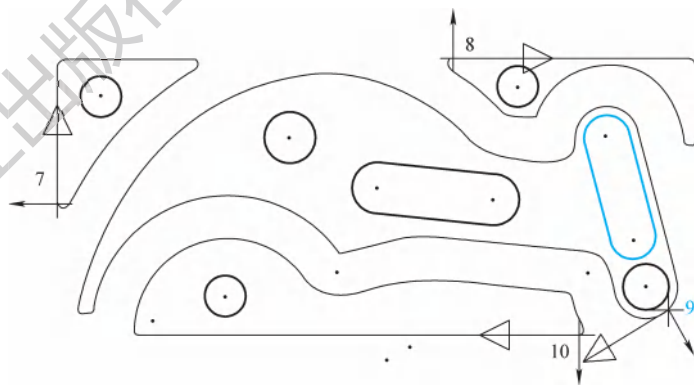

图 7-35 选择加工边界
1) 只打开第 30 图层（倒角 C0.3mm）。选择【刀路】/【外形】命令，系统弹出【串连线框】对话框，按如图 7-35 所示 7、8、9、10 的顺序选择 4 条边界，注意箭头的方向需保持所有起始点和刀具补偿方向与图示一致，此时刀具补偿为左补偿，单击【确定】按钮 。